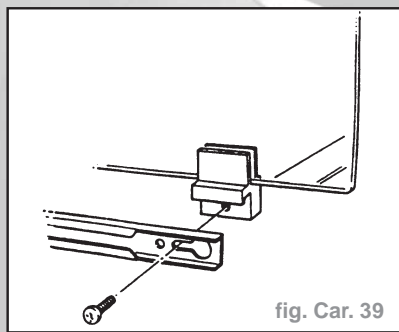

fig. Car. 39
- les deux vis de fixation de la vitre sur le mécanisme de lève-vitre (fig. Car. 39).
- les deux vis de fixation de la vitre sur le mécanisme de lève-vitre (fig. Car. 39) - Soulever la vitre et la supporter.